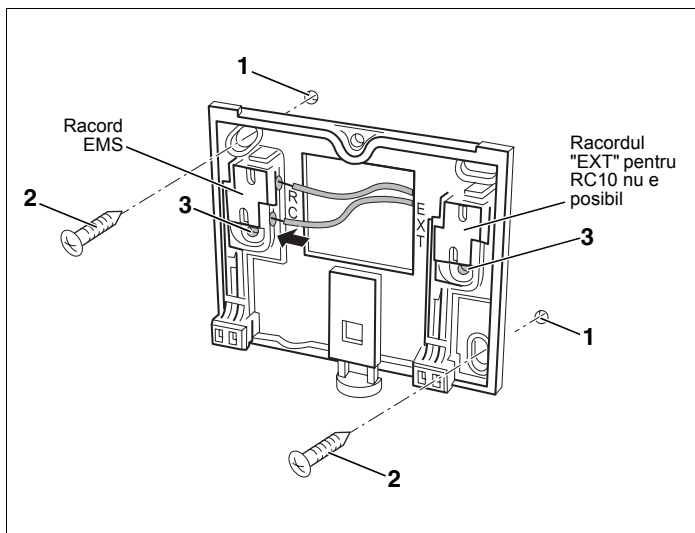

Fig. 5 Fixarea plăcii de montaj pe tencuială
- Se dau două găuri în tencuială, în locul prevăzut și se folosește placa de montaj ca șablon (Fig. 5).
- Diblul trimis se fixează în (Fig. 5, **Poz. 1**) gaură prevăzută.
- Se fixează placa de montaj cu șuruburile (Fig. 5, **Poz. 2**) trimise o dată cu aceasta.
Pentru montajul pe o doză de sub tencuială puteți folosi găurile de fixare (Fig. 5, **Poz. 3**) laterale.